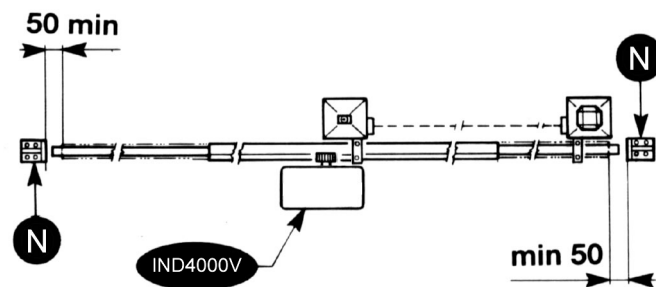
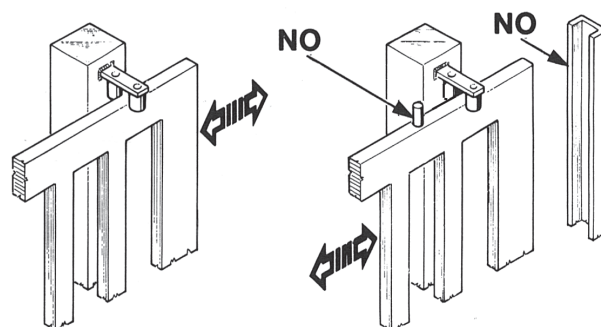

FIG. 2
FIG. 3
Outre les fins de course présents sur l'opérateur, il est nécessaire d'installer des butées mécaniques fixes à l'extrémité de chaque course de sorte à arrêter le portail en cas de dysfonctionnement des fins de course électriques. Pour cela, les butées mécaniques doivent être dimensionnées de sorte à supporter la poussée statique du moteur ajoutée à l'énergie cinétique du portail (N) (Fig.2). Les poteaux du portail doivent avoir des glissières anti-déraillement sur la partie supérieure (Fig. 3), afin d'éviter tout décrochage accidentel.
N.B.: Éliminer les arrêts mécaniques du type indiqué, décrit dans la figure 3.